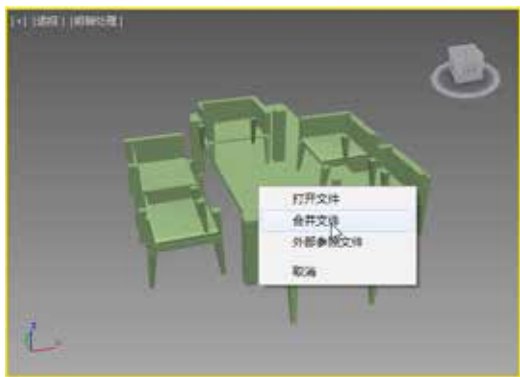

图 2-25 单击“合并文件”选项
STEP 21 将“装饰”文件拖入到透视图，弹出提示，并单击“合并文件”选项，如图 2-25 所示。